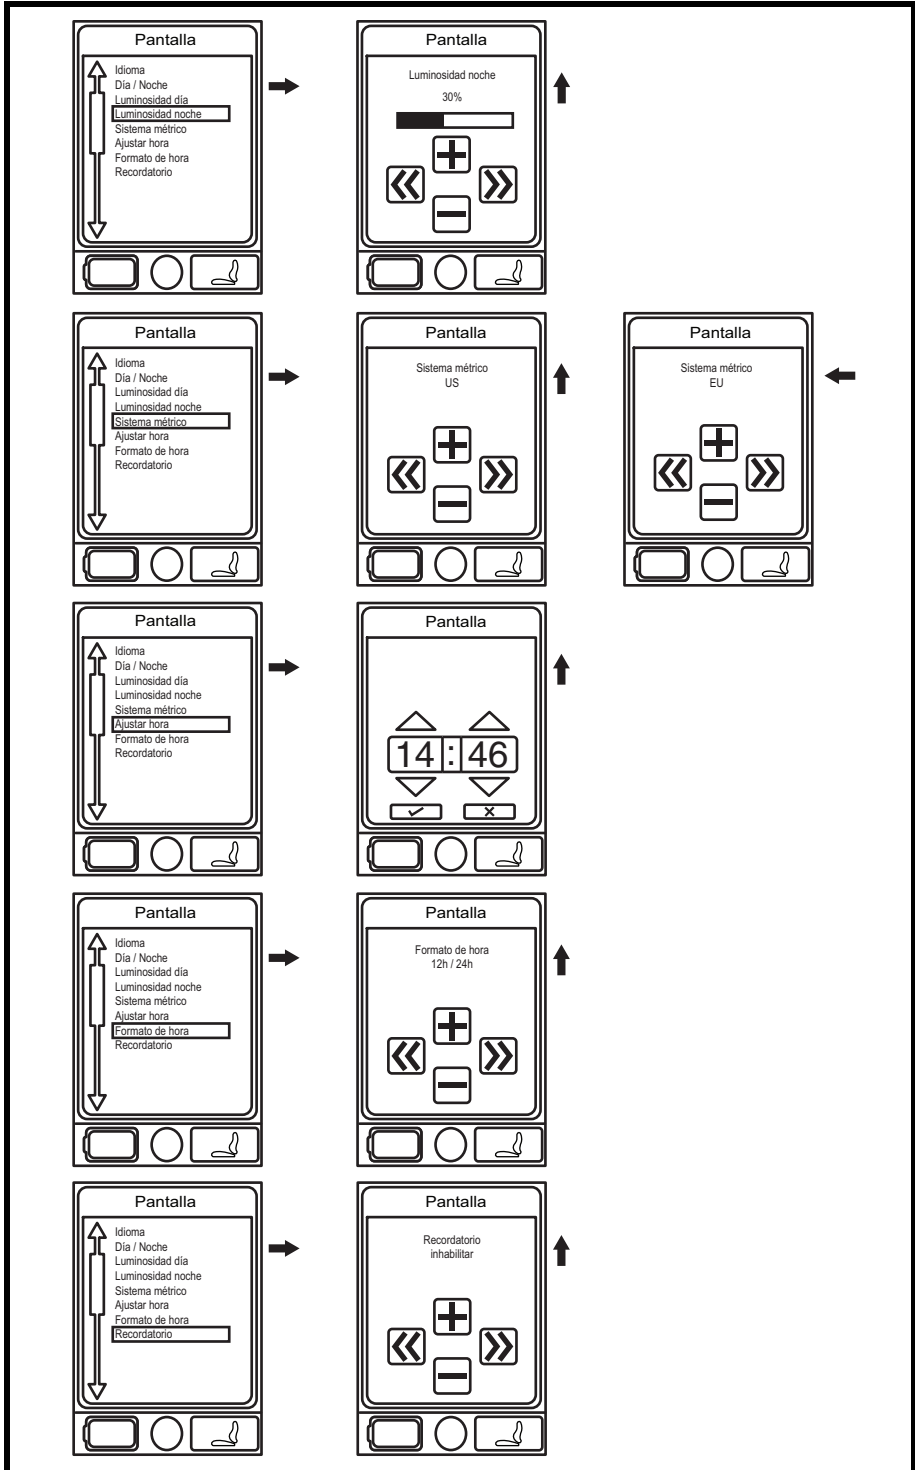

Figura 2B. Pantallas de menú
2. Pulse el botón de menú para acceder a la pantalla del menú principal **Ver figura 2B.**
3. Resalte la opción Control manual con la palanca de mando y luego empuje la palanca hacia la derecha para seleccionar dicha función. **Ver figura 2B.**
6. Resalte la opción Máx. con la palanca de mando y luego empuje la palanca hacia la derecha para seleccionar dicha función. **Ver figura 2B.**
7. Lleve la palanca de mando hacia la izquierda para seleccionar la opción ESC y volver al menú Sonido y pantalla. **Ver figura 2B.**